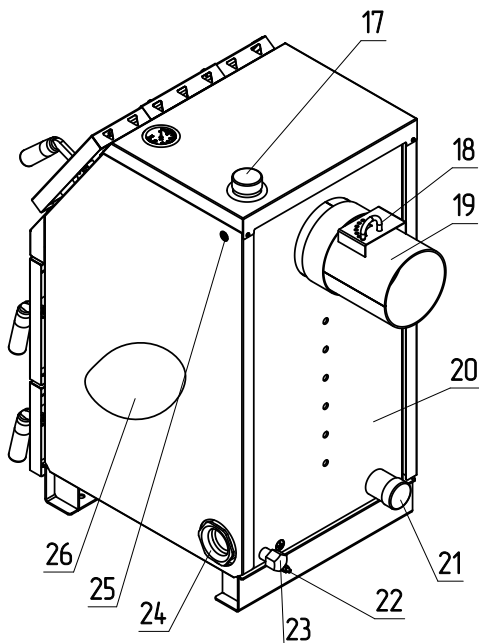

Рис.1 Конструкция отопительного котла
5.1. Котел (рис. 1) состоит из корпуса (поз. 20), топки (поз. 3), теплообменника (поз. 1), дымохода (поз. 19). В нижней части топки находится водоохлаждаемый колосник (поз. 4) и зольный ящик (поз. 5). К передней стенке корпуса котла на осях присоединяются шуровочная дверца (поз. 13), поддувальная дверца (поз. 16), через которые производится растопка котла, чистка колосниковой решетки (поз. 4) и удаление золы из зольника. В поддувальной дверце котла встроена заслонка подачи первичного воздуха (поз. 15) для регулировки подтяжки заслонки применяется ручка (поз. 14). К наклонной части котла на оси присоединяется загрузочная дверца (поз. 12), через которую осуществляется загрузка топлива и чистка теплообменника (поз. 1). Для чистки теплообменника необходимо открыть загрузочную дверцу (поз. 12) и убрать заслонку для чистки теплообменника (поз. 27). Заслонка для чистки теплообменника крепится на петлях, размещенных на корпусе котла (поз. 9). Чтобы снять заслонку необходимо привести ее в горизонтальное положение, потянув за нижнюю часть заслонки, после подать заслонку верх и потянуть на себя. Чистка теплообменника осуществляется стальным ершиком.
Внимание! Не допускается эксплуатация котла, без установленной заслонки (рис. 1 поз. 27) и зольного ящика (рис. 1 поз. 5). Эксплуатация котла без установленной заслонки и зольного ящика приводит к прогоранию и деформации водонепроницаемых поверхностей котла и лакокрасочного покрытия. Котел не выходит на номинальную мощность. В случаи нарушений условий эксплуатации котла, рекламации не принимаются.